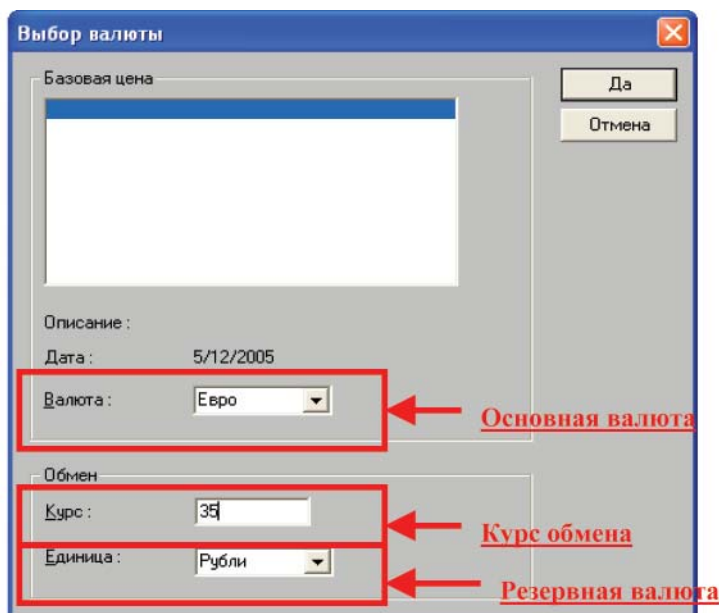

Рис. 86
- 1) вызвать команду **Настройки**→**Цена**. В открывшемся окне (рис. 86) определить валюты и курс обмена;